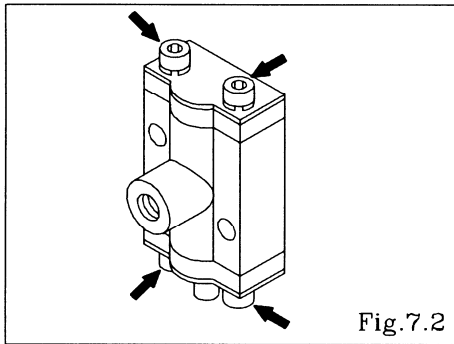

Fig.7.2
- ・カバー補助板 A 取付ボルト 2 か所を外し、カバー補助板 A、スプールエンドカバー、リセットボタンを取り外す。〔Fig.7.2〕
- ・カバー補助板 B 取付ボルト 2 か所を外し、カバー補助板 B、スプールカバーを取り外す。〔Fig.7.2〕